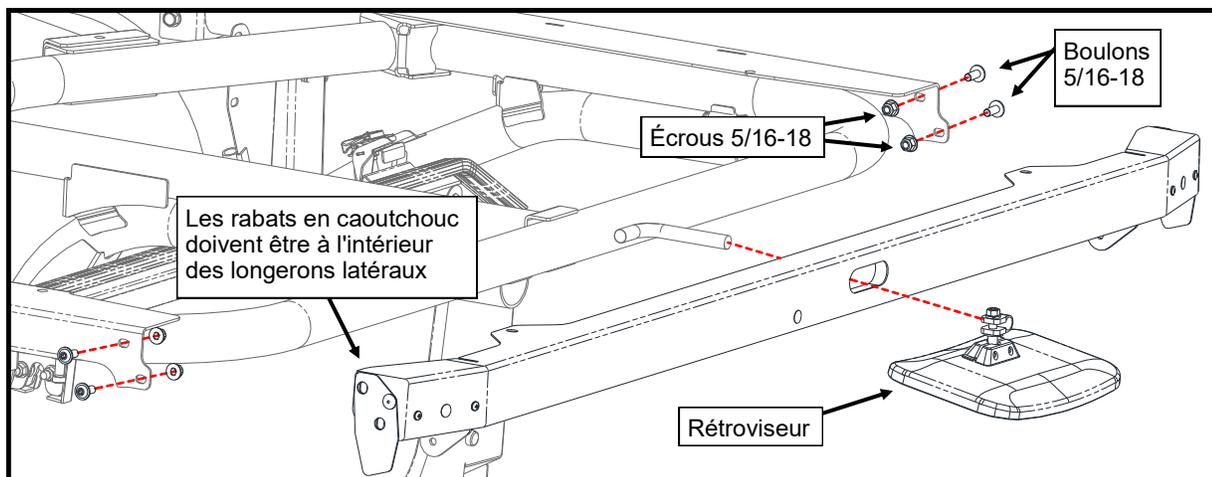

Figure 8.5 : Longeron arrière
- 8.5 Desserrer le boulon dans le support de rétroviseur du cadre ROPS et déposer le rétroviseur (voir Figure 8.5).